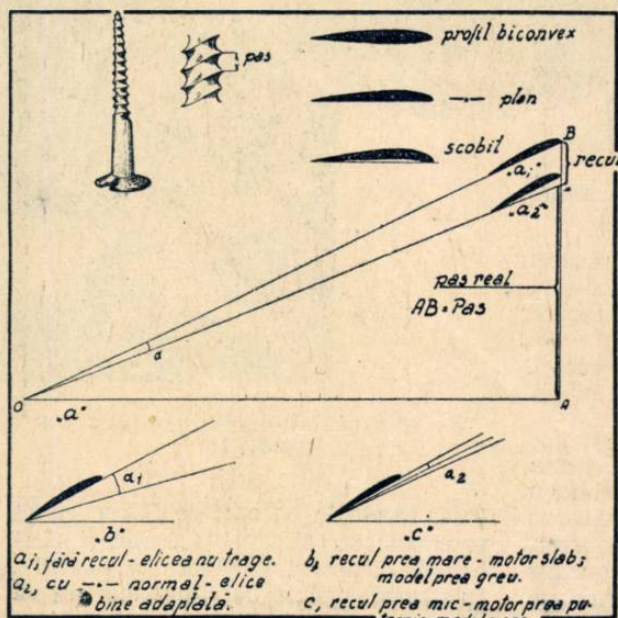

Fig. 1
La fiecare tură, șurubul înaintează exact cu distanța dintre două ascuțisuri ale ghiventului său, ceea ce se numește pas. Un șurub care are „pasul” de 2 va înainta întotdeauna cu 2 mm, în fiecare tură (fig. 1). O elice niciodată nu va putea să în-ainteze exact, la fiecare tură,
cu valoarea pasului! Iată deci o pală (jumătate de elice (fig. 1 și 2) în secțiune se prezintă ca un „profil” de aripă, putând avea una din formele obișnuite: biconvex, plan sau scobit. Am văzut că o aripă, pentru a se susține are nevoie de o incidență, adică o înclinare a planului suprafeței pe traectoria sa. O elice, fiind o aripă ce se rotește, trebuie și ea să aibă o incidență. Dacă pala ar urma exact drumul ce trebuie să parcurgă după pasul său (fig. 1 „a”), aripa nu va avea incidența și deci elicea nu va putea fi supusă nici unei presiuni, consecința fiind imposibilitatea de a trage modelul (sau avionul chiar). Pentru a putea că-păta incidența necesară, elicea are un recul, adică la fiecare tură rămâne puțin în urmă față de drumul ce ar fi parcurs dacă ar fi fost un șurub.
Reculul acesta are mare, foarte mare importanță. O pală de elice pentru a trage bine trebuie să aibă o incidență de 3-4 grade, deci reculul va trebui să aibă o valoare astfel ca, linia ce arată drumul ce ar parcurge (fără recul) pala elicei (OB fig. 1) și linia ce reprezintă drumul făcut cu recul (OC) să formeze un unghi de 3 sau 4 grade.
În figurina b, fig. 1 vedem cazul unui recul prea mare, deci a unei incidențe deasemeni prea mari. Elicea ar trage bine, dacă forța ce se opune rotirii nu ar fi prea mare și nu ar frâna motorul ceea ce face să scadă turația și deci elicea să nu mai poată trage cum trebuie.